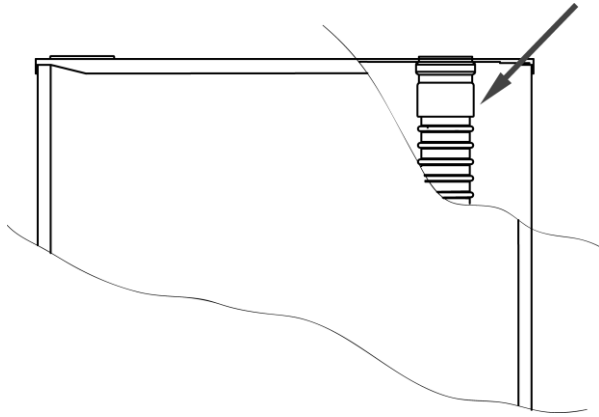

Figura 2
- inserire il tubo di aspirazione nel terminale di ingresso aria come indicato dalla freccia in Figura 2.